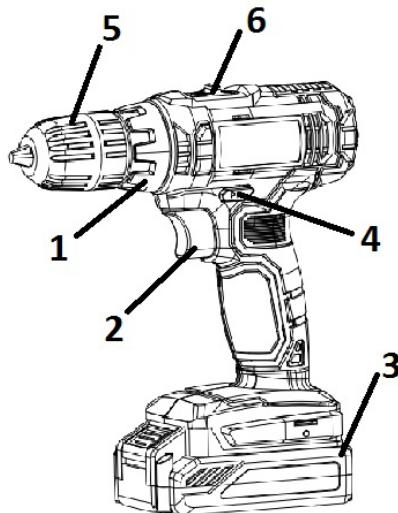

Рисунок 1
4.1.2 Встановіть необхідний крутний момент за допомогою кільця регулятора моменту затягування (1) (рис. 1).
4.3 Для включення виробу натисніть на клавішу вимикача (2), (рис. 1). Для відключення виробу спід клавішу відпустіти. Регулювання швидкості обертання патрона здійснюється ступенем натискання на клавішу вимикача.